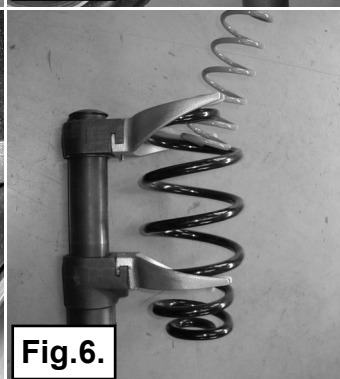

Fig.6.
6. Placez une coupole en plastique sous le ressort principal et vissez le ressort auxiliaire dans le ressort principal. Voir fig. 6.
6. Placera fjädersätet av plast i botten på fjädern och skruva sedan i hjälpfjädern inne i huvudfjädern. Se fig. 6.